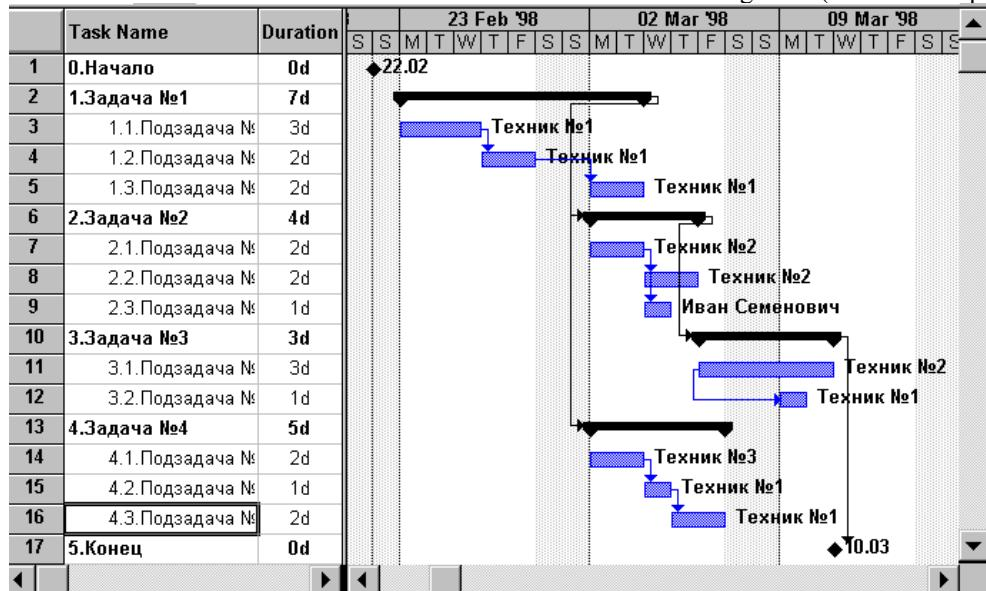

Рис.4.3.
2.1. Назначить определенные ранее ресурсы соответствующим подзадачам как показано на Рис.4.3.